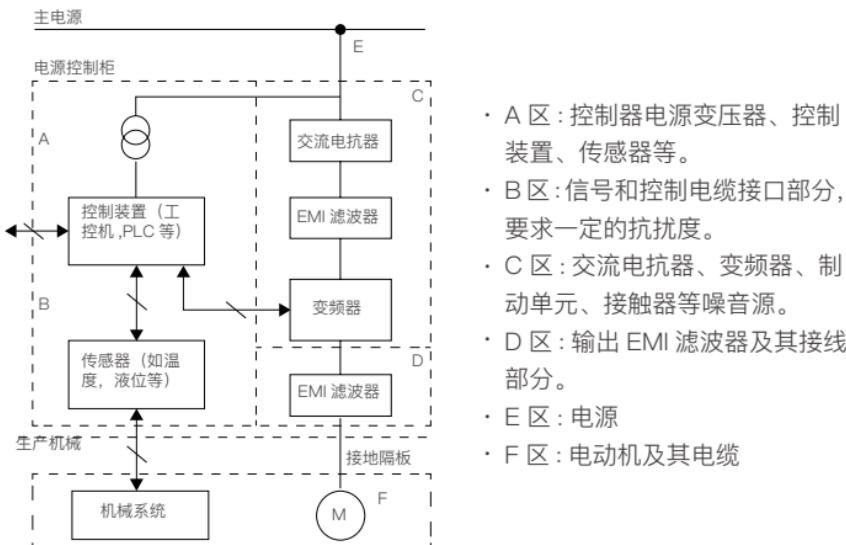

图 4-10 系统配线区域划分示意图
- 机械 / 系统根据电气特性分成不同 EMC 区域, 推荐将装置放置在如图 4-10 所划分的区域内。